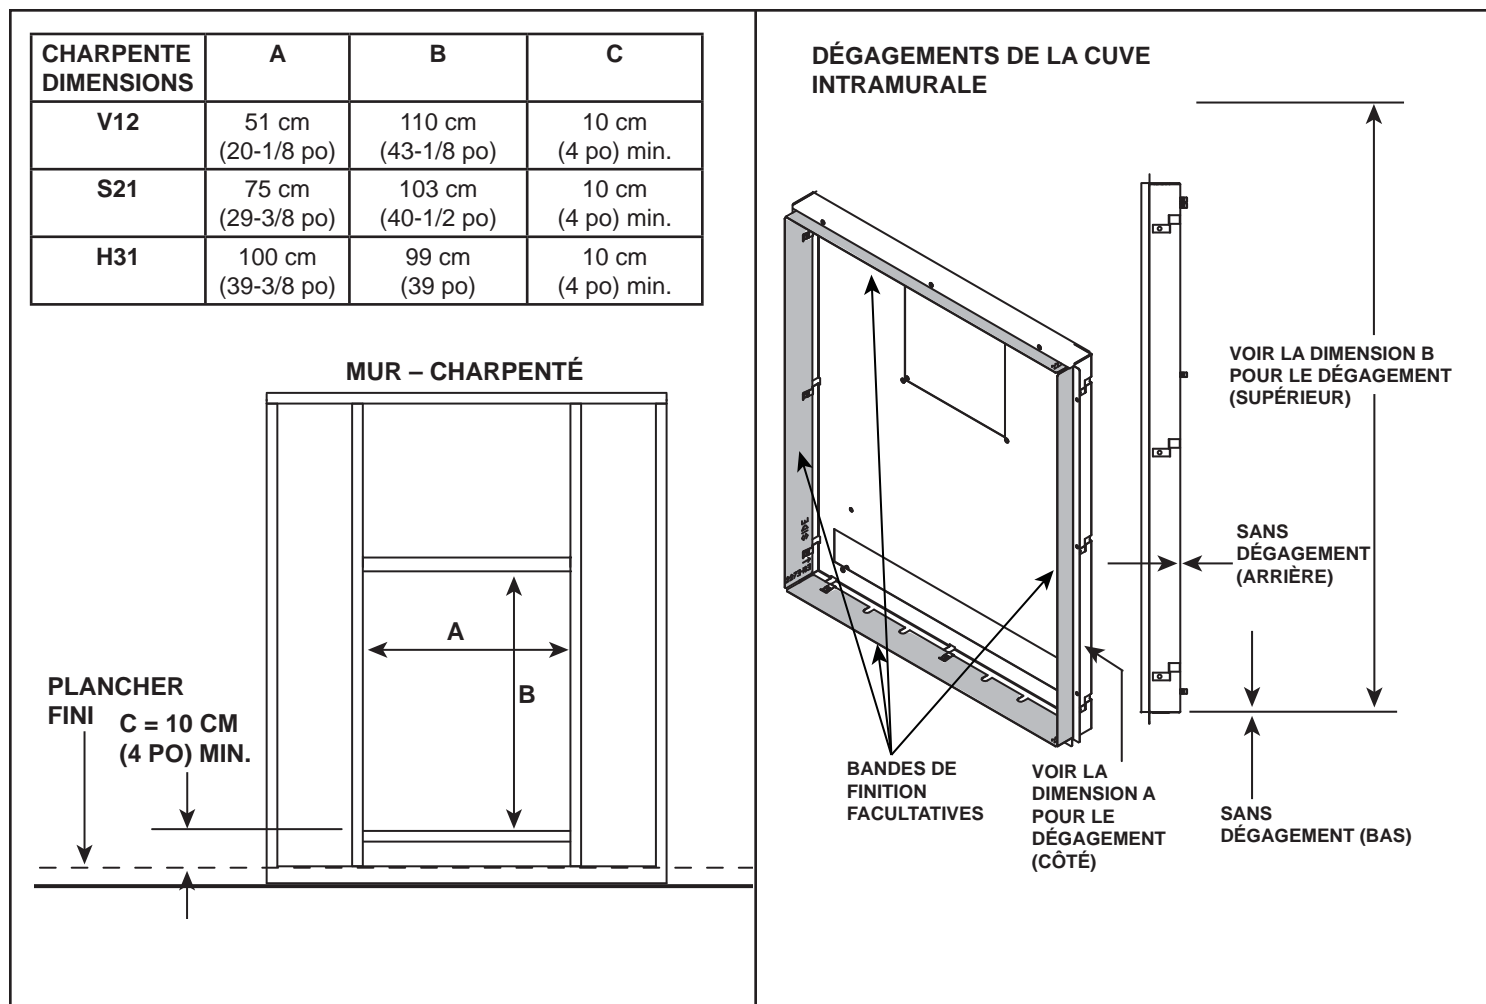

Figure 11.1 Dimensions de la charpente et dégagements de la cuve intramurale
1. Préparez un cadrage de 5 x 15,2 cm (2 x 6 po) comme montré à la figure 11.1.